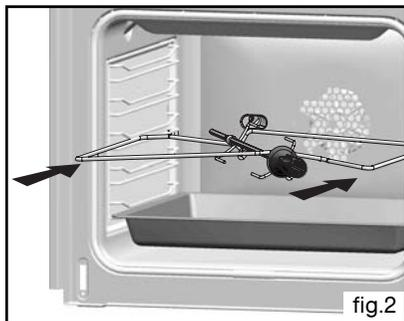

fig.2
• Plat multi usages (fig.2)
- disposez le plat multi-usages au gradin N°1 pour recueillir les jus de cuisson ou sur la sole si la pièce à rôtir est trop grosse (fig.2).
- placez la broche sur son berceau (fig.2).
Réglez l'heure en appuyant sur les touches + et - (le maintien de la touche permet d'obtenir un défilement rapide) (fig.2).